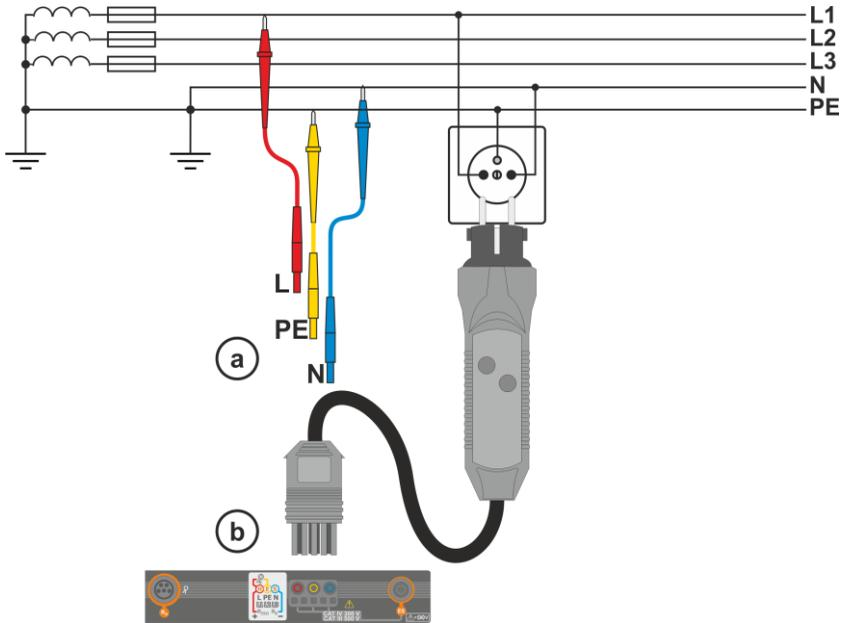
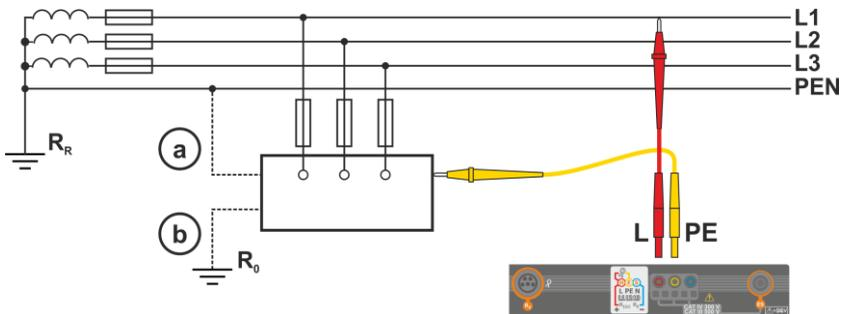

Fig. 3.1 Messung im L-PE Netz
Fig. 3.2 Überprüfung des Prüfgerätegehäuses auf Schutz gegen elektrischen Schlag im Falle eines: (a) TN Netzes oder (b) TT Netzwerk
- ① Schließen Sie die Messleitungen gemäß der Abbildung **Fig. 3.1** oder **Fig. 3.2** an